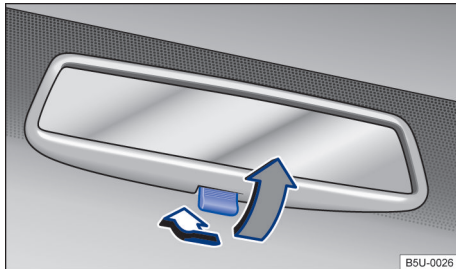

Fig. 71 No para-brisa: espelho retrovisor interno com antiofusco manual.
- Posição noite: puxar a alavanca → Fig. 71 (seta cinza), para evitar o ofuscamento dos faróis dos veículos que trafegam atrás.